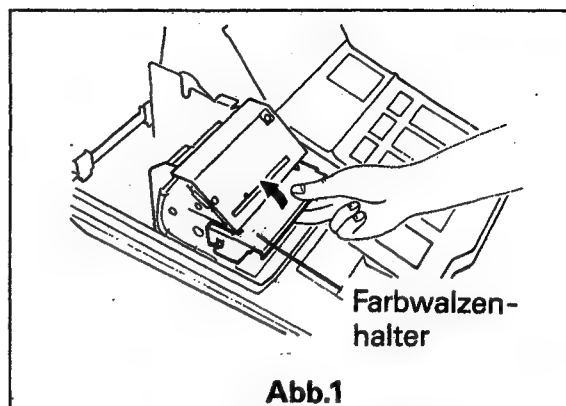

Abb.1
(Abb.1)
2. Das Klischee in Pfeilrichtung herausnehmen. (Abb.1)